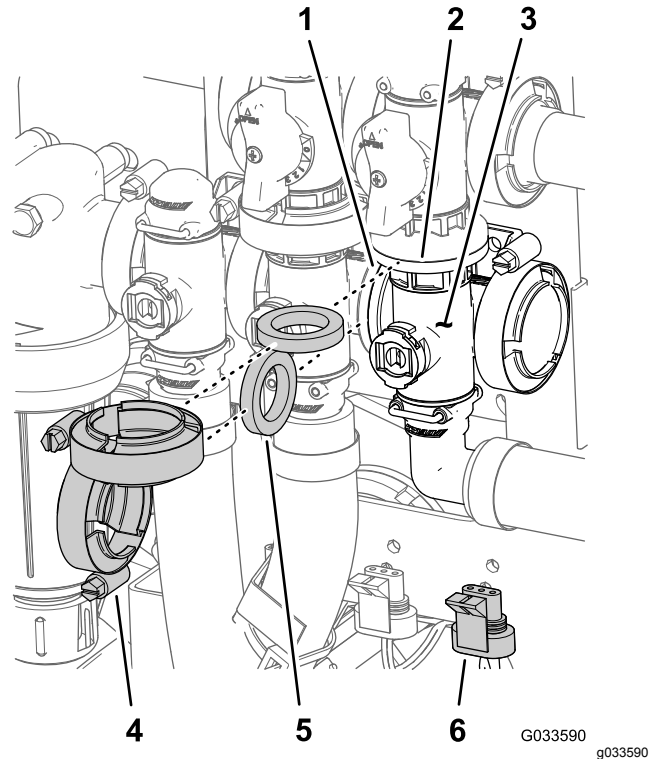

Figura 129
- Allineate la flangia del collettore della valvola principale delle barre, una guarnizione e la flangia della valvola di bypass principale della barra (Figura 129).
- Montate il collettore della valvola principale delle barre, la guarnizione e la valvola di bypass principale della barra con un morsetto flangiato serrato manualmente (Figura 129).
- Allineate la flangia del collettore della valvola principale delle barre, una guarnizione e il collettore della valvola dell'agitatore (Figura 129).
- Montate il collettore della valvola principale delle barre, la guarnizione e il collettore della valvola dell'agitatore con un morsetto flangiato e serrate manualmente (Figura 129).
7. Montate la valvola dell'agitatore sul supporto della valvola con il bullone a testa flangiata e il dado bloccaggio flangiato (Figura 129) rimossi al passaggio 3 di Rimozione della valvola del collettore principale delle barre \(pagina 86\) e serrate il dado e il bullone a 10–12 N·m.